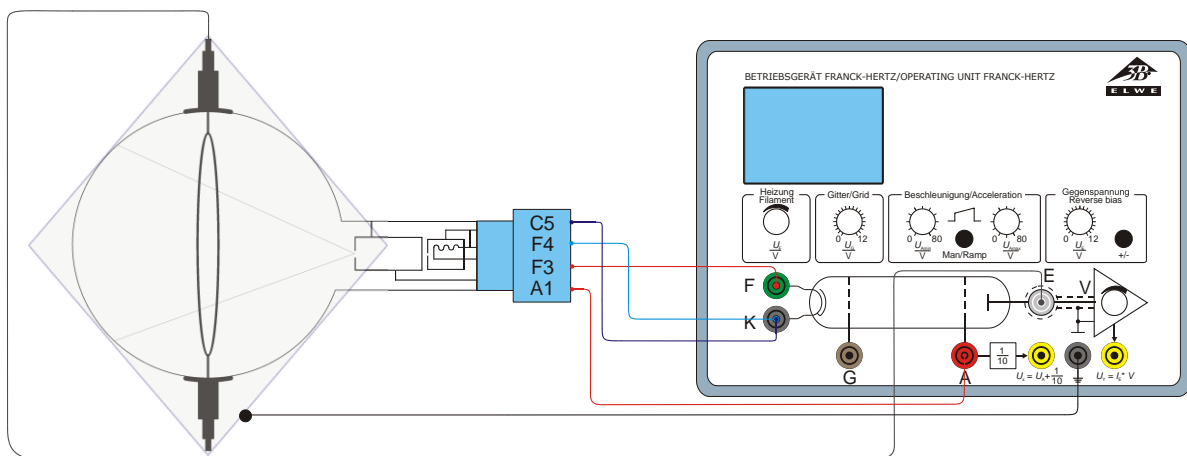

Fig. 5 Montaje de experimentación con el aparato de operación para el experimento de Franck-Hertz
- Se conecta el casquillo F3 del soporte de tubo con el casquillo F en el aparato de operación del experimento de Franck-Hertz y el casquillo F4 con el casquillo K (ver Fig. 5).